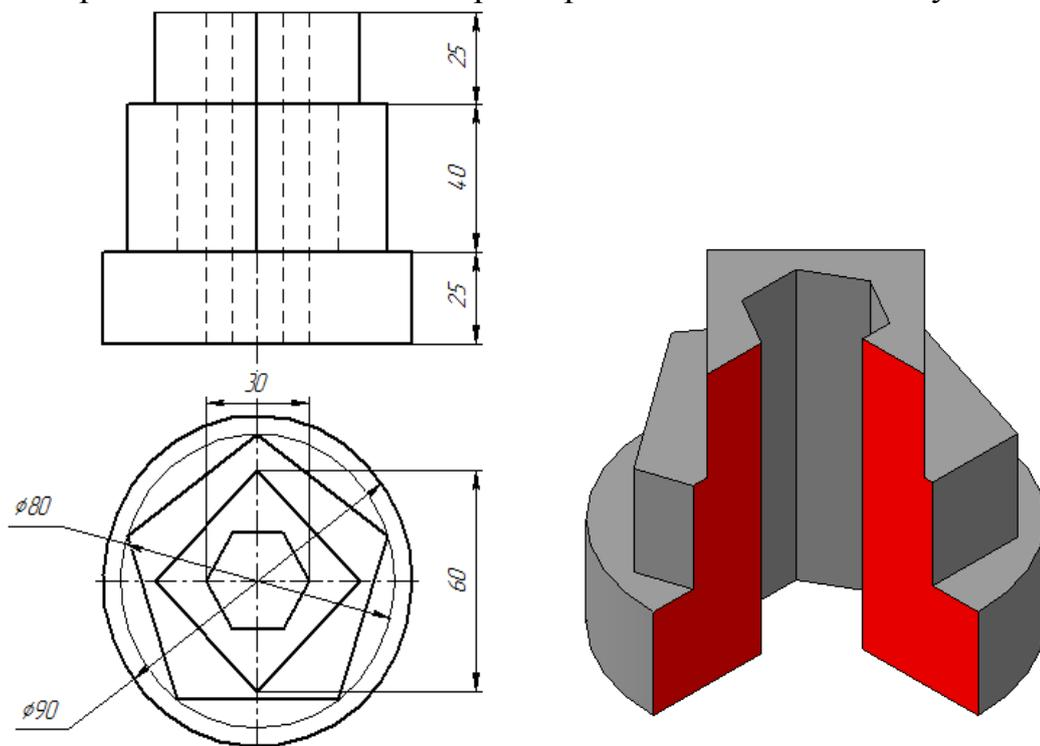

Рисунок 24.
1. Выполнить трехмерную модель пирамиды по чертежу(рисунок 24).